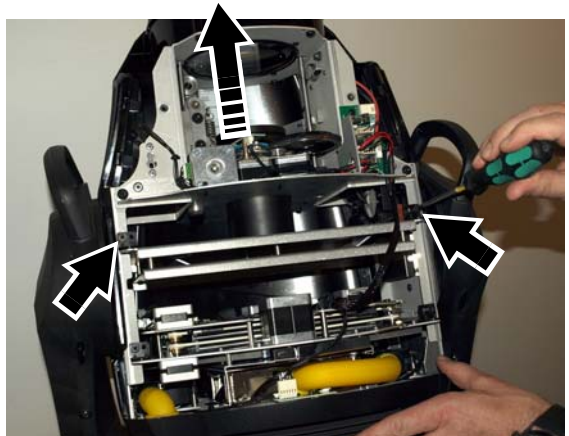

Figure 17: Démontage du module passif
5. Voir Figure 17. Démontez les deux vis Torx 20 retenant le module de restriction de faisceau (fléchées). Basculez la tête vers le bas ou aidez-vous du pouce pour déplacer les équipages mobiles de zoom et de mise au net vers l'avant de la tête sans toucher les optiques ou un des composants fragiles. Dégagez le module de la tête.